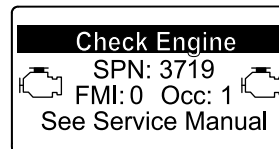

Figure 47
- Si une régénération de récupération est nécessaire, l'InfoCenter affiche l'avertissement SPN 3719, FMI 16 (Figure 47) et l'ordinateur du moteur réduit la puissance du moteur à 85 %.